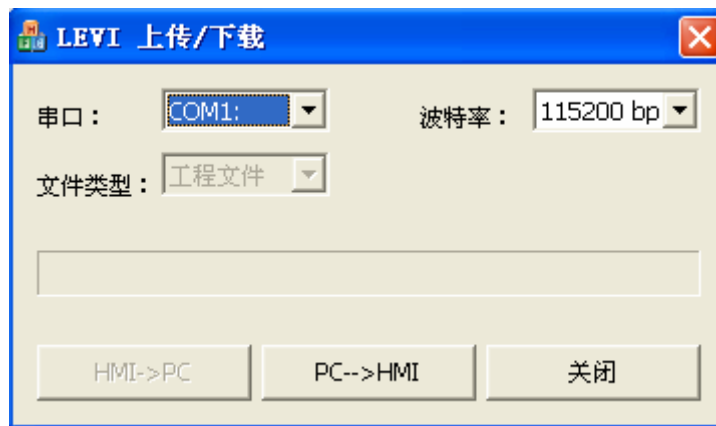

图 19-2 上传/下载界面
- 4、也可以从 LEVI Studio 的安装目录进入下载界面，如图 19-2 所示